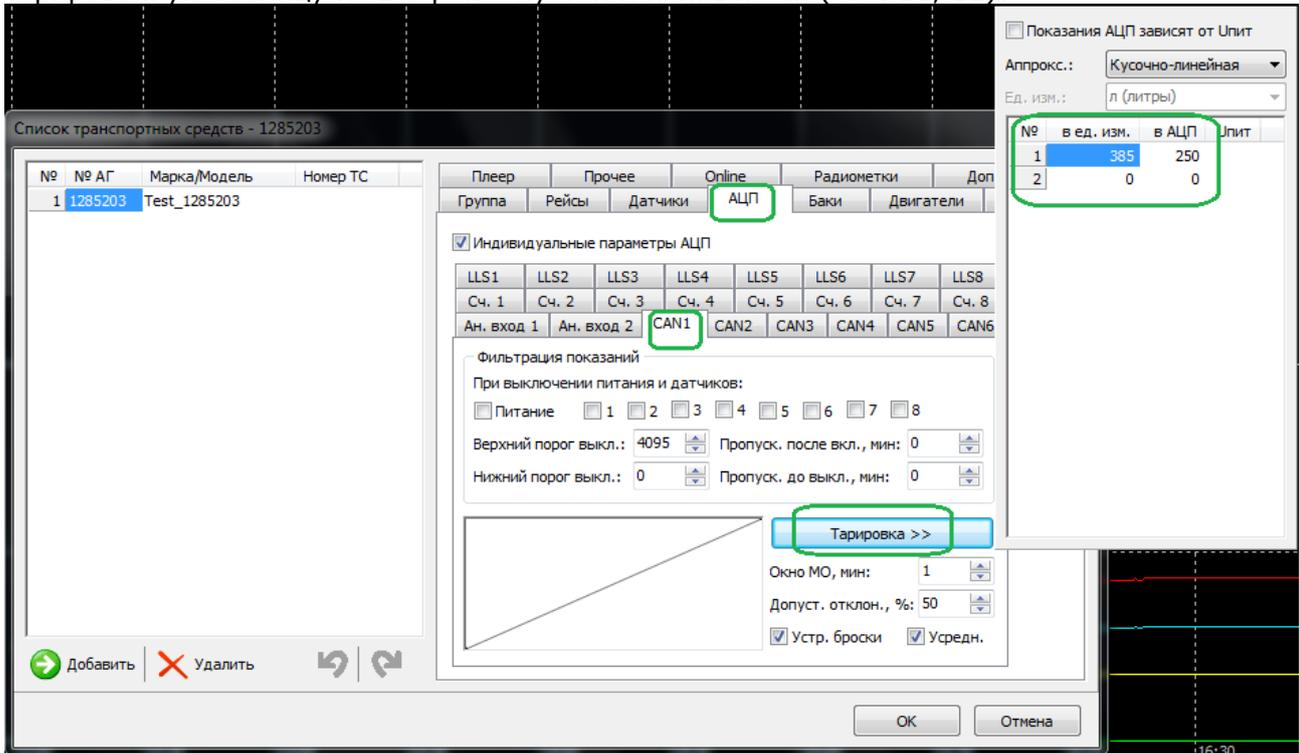

Рисунок 11
3.4.3. На вкладке АЦП выбрать источник данных, нажать «Тарировка» и заполнить тарировочную таблицу из 2 строк – пустой и полный бак (Рис. 11, 12):